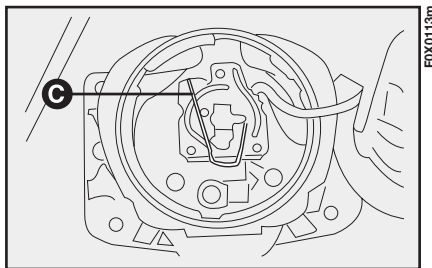

fig. 133
- sfilare il connettore, sganciare la molletta C-fig. 133 quindi rimuovere la lampada;